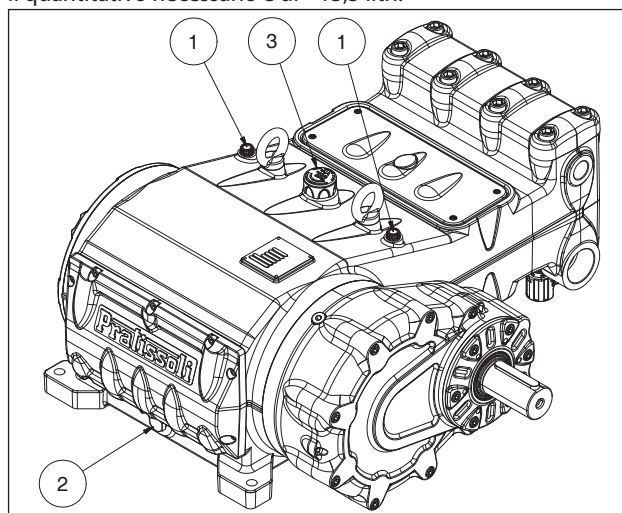

Fig. 3
Controllare il livello dell'olio tramite le apposite aste livello olio dotate di tacche di minimo e massimo ①, Fig. 3.
Se necessario rabboccare dal tappo olio ③, Fig. 3.
Il controllo corretto del livello dell'olio si esegue con la pompa a temperatura ambiente, il cambio dell'olio va eseguito con pompa a temperatura di lavoro rimuovendo il tappo pos. ②, Fig. 3.